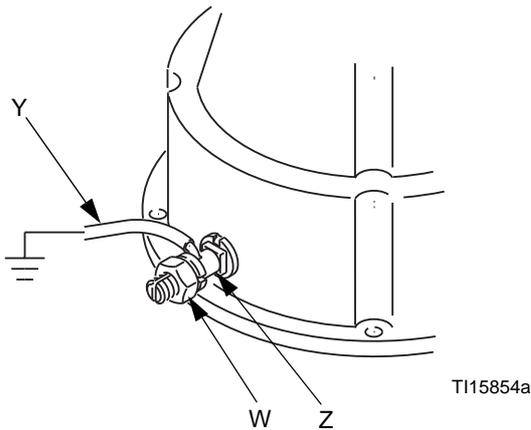

FIG. 1 Fil de terre
Pompe : utilisez un fil de terre et un collier. Consultez la FIG. 1. Desserrez l'écrou (W) de la cosse de terre (Z). Insérez une extrémité du fil (Y) dans la cosse de terre et serrez bien l'écrou. Relier le collier de terre à une véritable prise de terre. Commandez la pièce n° 237569, fil de terre et collier.